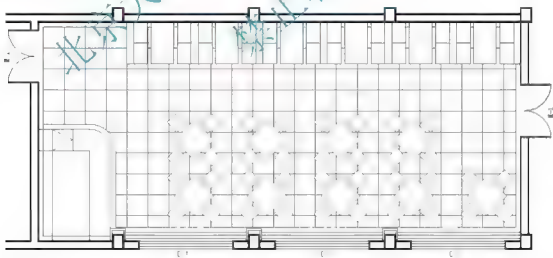

图 4.75 用【用户定义】图案填充地面
⑥ 按 Enter 键返回【图案填充和渐变色】对话框，单击【确定】按钮关闭对话框，结果如图 4.75 所示。